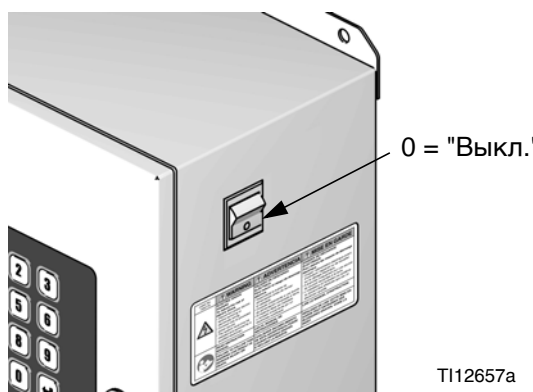

Рис. 33: Выключение электропитания
1. Выключите ProMix 2KS/3KS электропитание (положение 0). **Рис. 33.** Также отключите электропитание главным выключателем тока.